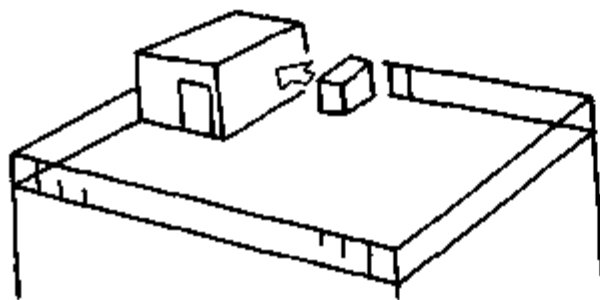

图 7-59 室外机安装位置(一)
- (1) 附近有墙壁时,把出口朝墙壁并和墙壁保持约 100cm 的距离,如图 7-59。